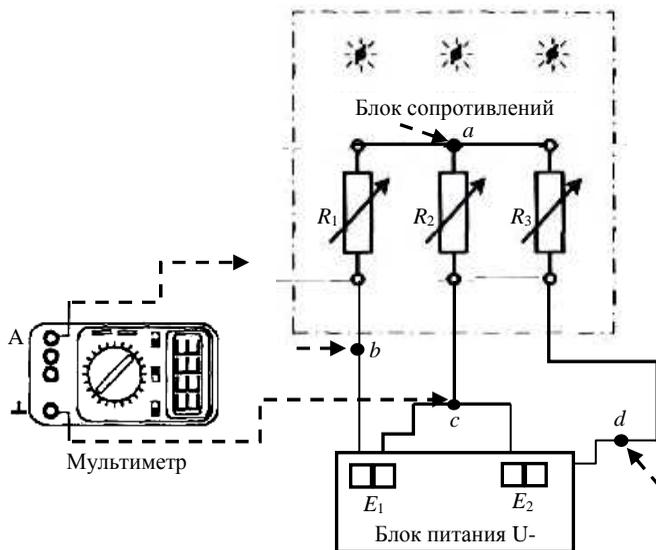

Рис. 1.6. Электрическая схема соединений для построения потенциальной диаграммы
6. Снять потенциальную диаграмму внешнего контура исследуемой цепи (см. рис. 1.6), для чего: